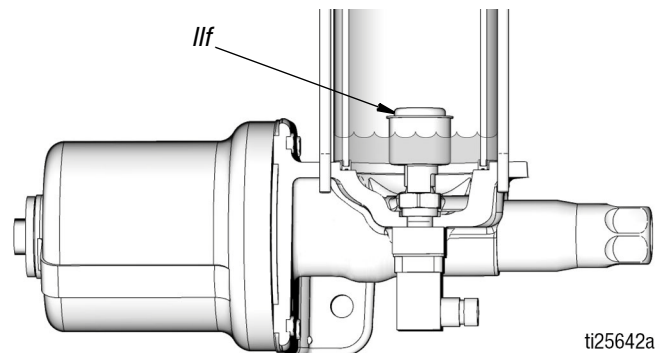

Fig. 10: Galleggiante basso livello in posizione inferiore
Quando viene erogato l'olio, il galleggiante basso livello inizia a spostarsi verso il basso. Quando l'olio nel serbatoio raggiunge il livello basso, il galleggiante completamente spostato verso il basso (come mostrato in FIG. 10) chiude l'interruttore livello basso normalmente aperto e viene inviato al controller (J) un segnale livello basso.